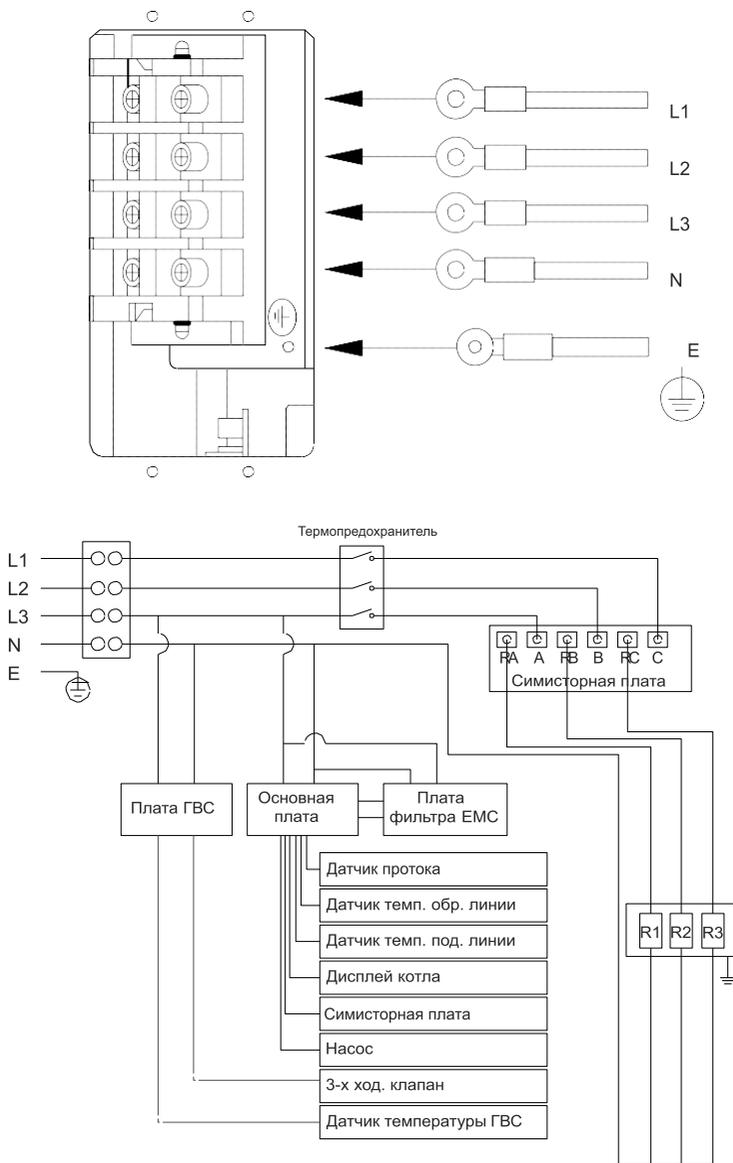

Рис. 8. Схема трехфазного подключения
- Для трехфазного подключения соедините провода питания L1/L2/L3 с соответствующим портом L1/L2/L3 в соответствии со схемой на рис. 8.